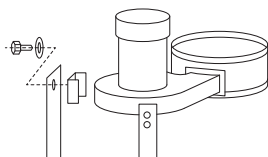
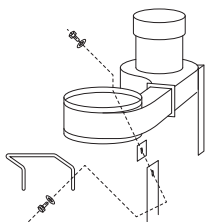

Рис. 3
Рис. 4
3. Закрепить два опорных стержня и опорный блок корпуса вентилятора при помощи болтов (рис. 3). Закрепить при помощи болтов другие два опорных стержня с блоками и рукояткой на корпус коллектора (рис. 4).